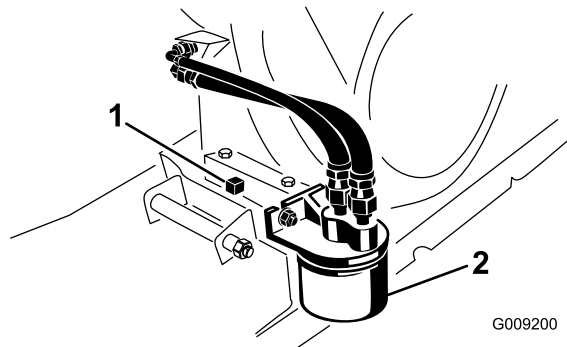

Figura 36
- Coloque um recipiente de escoamento debaixo do buji $\frac{1}{2}$ o de drenagem (Figura 36).
- Retire o tampi $\frac{1}{2}$ o de escoamento e o vedante (Figura 36).
- Retire o filtro do $\frac{1}{2}$ leo existente (Figura 36).
- Enrosque o novo filtro no adaptador do filtro até $\frac{1}{2}$ que a junta entre em contacto com a placa de montagem; em seguida, aperte o filtro mais $\frac{1}{2}$ a $\frac{3}{4}$ de volta (Figura 36).